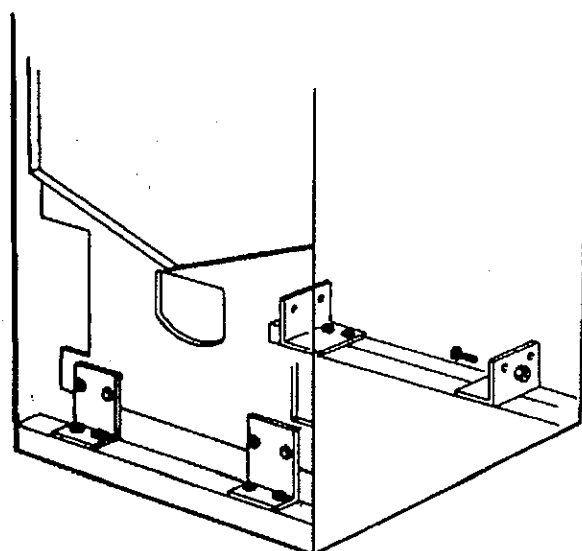

fig. 9
- Locate at the base of the chassis (front and rear), the four yellow fixing braces (three for model H1018) (*fig. 9*) and dismantle.
- Localizar en la base anterior y posterior del chasis los cuatro ángulos de fijación (tres en el modelo H1018) de color amarillo (*fig. 9*) y desmontarlos.
- Localiser sur la base avant et arrière du châssis les quatre vis de fixation (trois pour le modèle H1018) de couleur jaune (*fig. 9*) et les démonter.